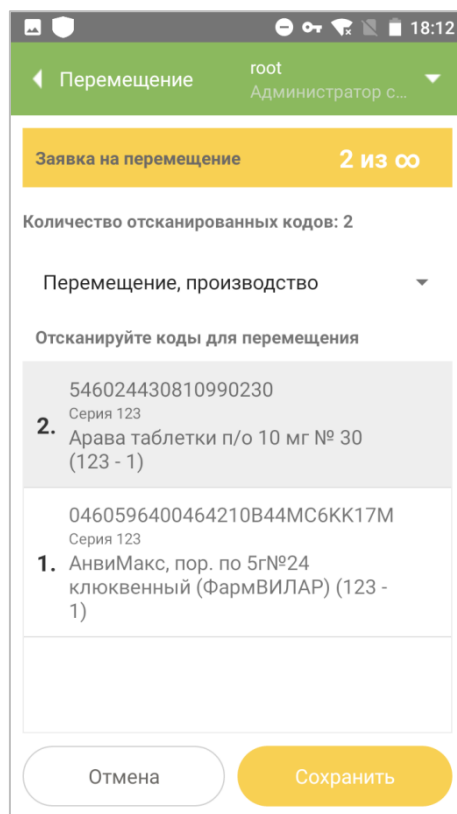

Рисунок 10.4
4. Отсканировать коды маркировки (п. 1.5), которые необходимо переместить (Рисунок 10.4).